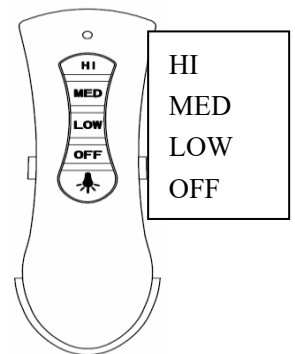

Fig. 13b
3. Fare scorrere il telecomando all'interno del supporto (Fig. 13b).